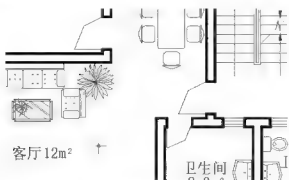
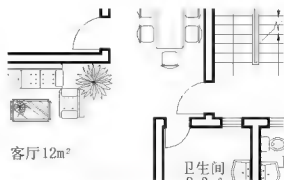

图 1.21 折线形式显示的圆弧
图 1.22 执行【重生成】命令后的圆弧
(2) 重生成：绘图进行一段时间后，绘图区域的某些弧线和曲线会以折线的形式显示，如图 1.21 所示，这时就需要执行【重生成】命令重新生成图形，并重新计算所有对象的屏幕坐标，使弧线和曲线变得光滑，如图 1.22 所示。同时，【重生成】命令还可以整理图形数据库，从而优化显示和对对象选择的性能。